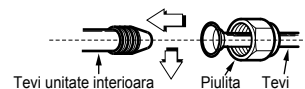

Fig. 16
* Strângeți piulița cu mâna, și apoi strângeți-l cu o cheie așa cum se arată în Fig.16 și 17.